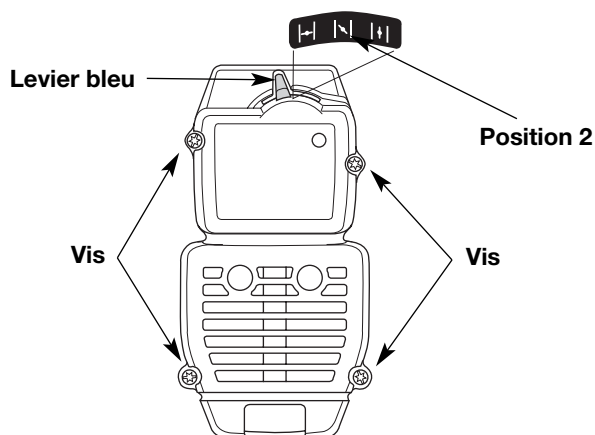

Fig. 21
REMARQUE : pour enlever le couvercle du filtre à air/silencieux, le levier bleu doit être en Position 2 (Fig. 21).
- Retirez les quatre (4) vis retenant le couvercle du filtre à air/silencieux (Fig. 21). Servez-vous d'un tournevis à mèche no. 20 Torx.
- Insérez les quatre (4) vis dans les trous du filtre à air/couvercle du silencieux (Fig. 21) et vissez sans trop serrer.